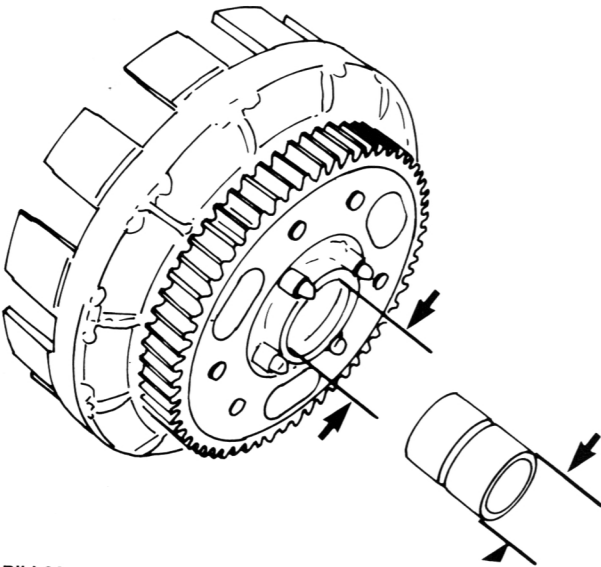

Bild 64
- Die Schlitze der Aussentrommel auf Einkerbungen, Einschnitte oder Riefen, die durch die Reibscheiben verursacht werden, überprüfen. Den Innendurchmesser der Kupplungsaussentrommel (Verschleissgrenze 37,06 mm) und den Aussendurchmesser der Aussentrommelführung (Verschleissgrenze 36,93 mm) messen (Bild 64).